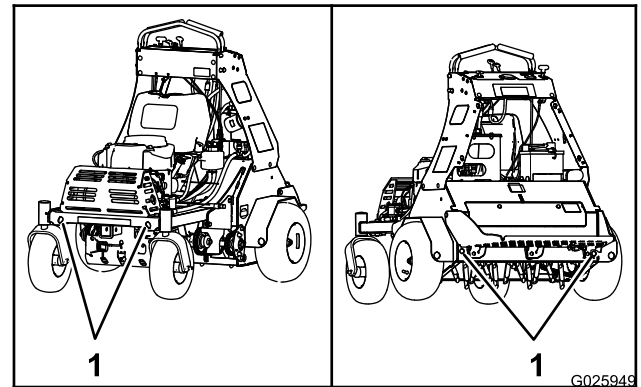

Figura 27
7. Utilice los puntos de amarre de la máquina para sujetar la máquina firmemente al remolque o al camión con correas, cadenas, cables o cuerdas (Figura 27).